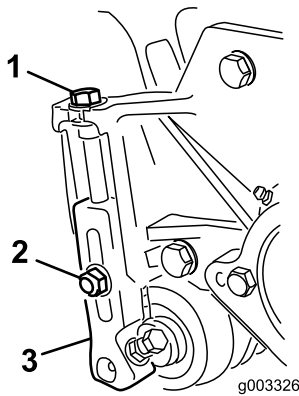

Figura 10
3. Allentate i dadi di bloccaggio che fissano le staffe dell'altezza di taglio sulle piastre laterali dell'apparato di taglio (**Figura 10**).